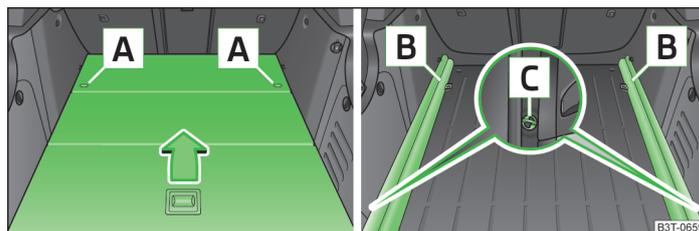

Abb. 94 Gepäckraum: Variablen Ladeboden ausbauen / Tragschienen ausbauen
- Den variablen Ladeboden durch Drehen der Sicherungsösen **A** » Abb. 94 nach links um ca. 90° entriegeln.